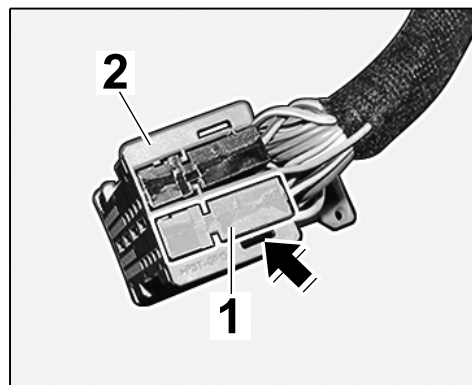

Рис. 23
- 3.5.7 Задвинуть корпус гнездовых контактов в держатель разъема до щелчка фиксатора (⇒ Рис. 23).